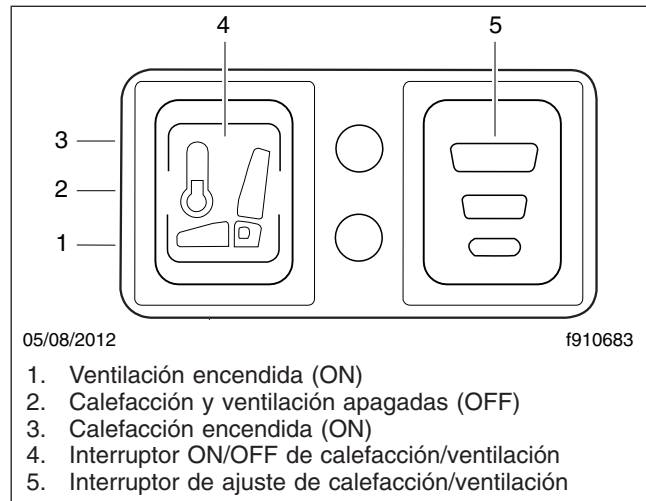

Figura 7.3, Controles de calefacción/ventilación para el asiento Cascadia 2.0 de respaldo alto
2. *Calefacción y ventilación:* Use el interruptor delantero para encender y apagar la calefacción y la ventilación del asiento. Para encender la calefacción, presione la parte superior del interruptor. Para encender la ventilación, presione la parte inferior del interruptor. Para apagar ya sea la calefacción o la ventilación, mueva el interruptor a la posición media. Para ajustar la calefacción o la ventilación del asiento, use el botón trasero. Hay tres ajustes disponibles: bajo, medio o alto. Vea la Figura 7.3.